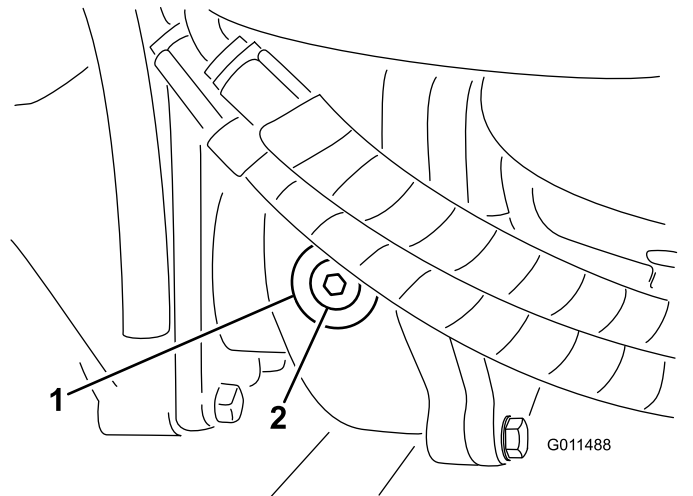

Figura 19
2. Retire o tampão de verificação/enchimento que se encontra na zona esquerda da caixa de engrenagens e certifique-se de que existe lubrificante até ao fundo do orifício (Figura 19).